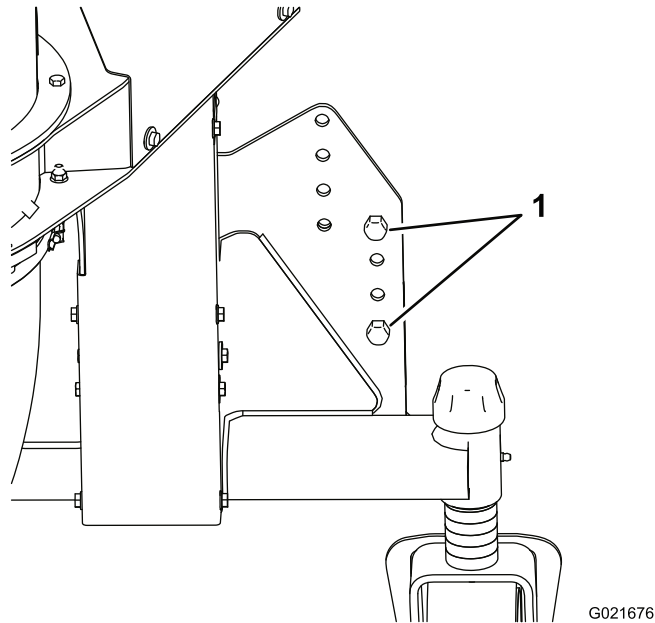

Figure 7
7. Retirez soigneusement les vis qui fixent le souffleur à la palette de bois. Après avoir retiré les vis, faites glisser la caisse pour l'éloigner du souffleur et abaissez le souffleur jusqu'à ce que les roues pivotantes touchent le sol, mais en laissant la sangle tendue (Figure 7).